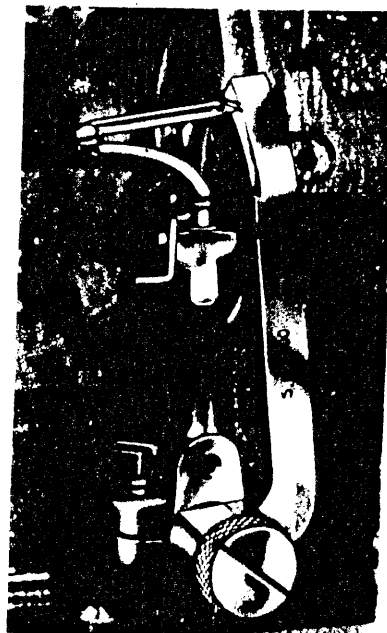

fig. 4
- S.1665.00 serve per tutte le operazioni ad eccezione dell'operazione n. 4 (fig. 4).
- S.1555.00 per l'operazione n. 4 (fig. 4).
4. Fasatura crochet inferiore (fig. 4)
- Bloccare a fondo la vite E (fig. 4).